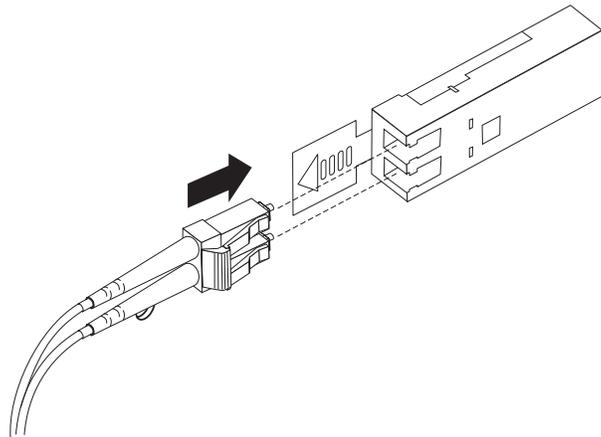

Abbildung 20. LC-LC-Fibre-Channel-Kabel mit einem SFP-Modul verbinden
- Stecken Sie dieses Ende des LC-LC-Kabels vorsichtig in ein in der FAStT EXP700 installiertes SFP-Modul. Der Kabelstecker ist mit einer Führung versehen, damit sichergestellt wird, dass er richtig im SFP-Modul steckt. Halten Sie den Anschluss, und drücken Sie das Kabel hinein, bis es einrastet (siehe Abb. 20).